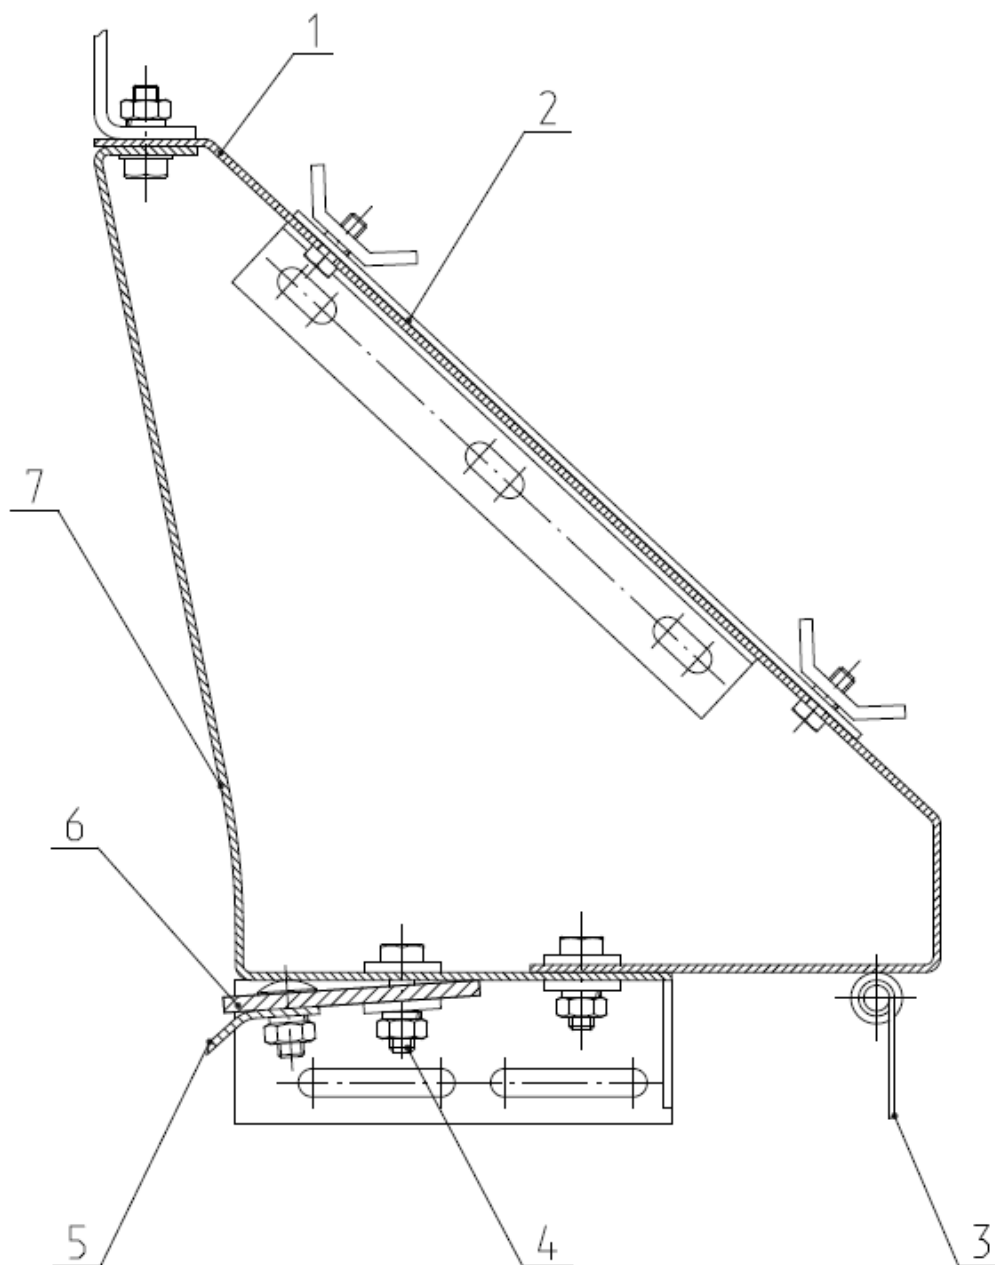

Рис.4 Передняя часть
2. 3. Передняя часть с противорежущими ножами (рис.4) представляют собой коробку, собранную из двух деталей. В нижней ее части расположена планка ножа 6 с установленными на ней противорежущими ножами 5.